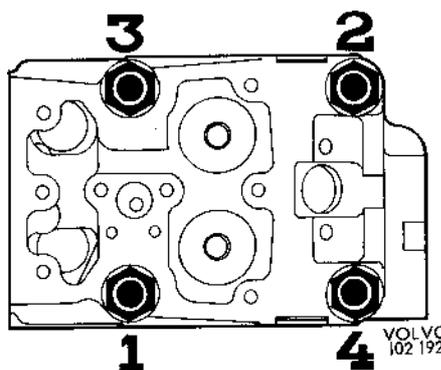

Fig. 29. Schéma de serrage, moteurs de la série 100
6. **Moteurs de la série 100**. Serrer les vis de culasse suivant le schéma, figure 29. Les culasses munies de rainures d'étanchéité de modèle récent et de joints (figure 19) sont serrées progressivement avec un couple de 20 Nm (2 m.kg), 100 Nm (10 m.kg), 200 Nm (20 m.kg), 300 Nm (30 m.kg), 380 Nm (38 m.kg). Après ceci effectuer une fois un serrage de contrôle de toutes les vis.